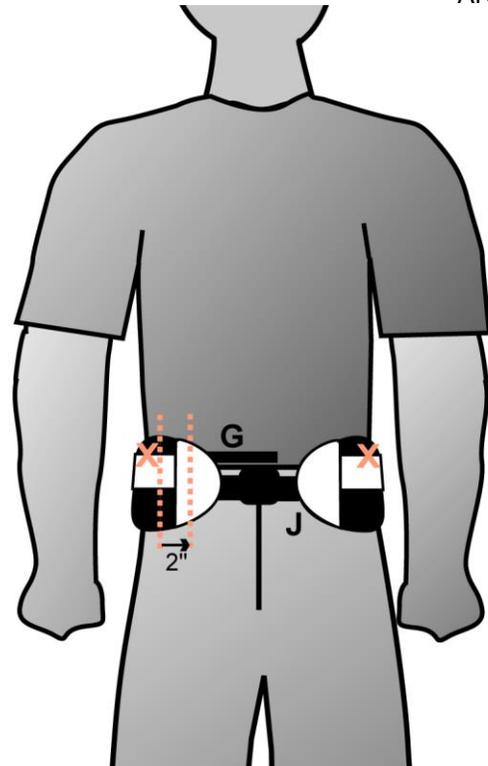
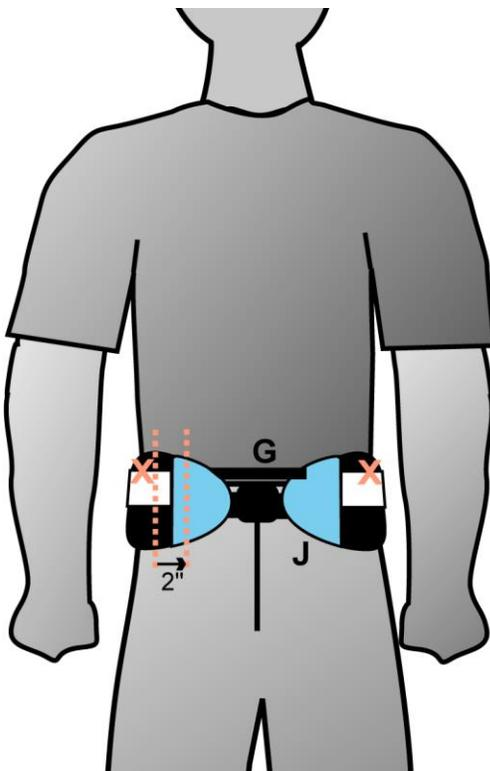
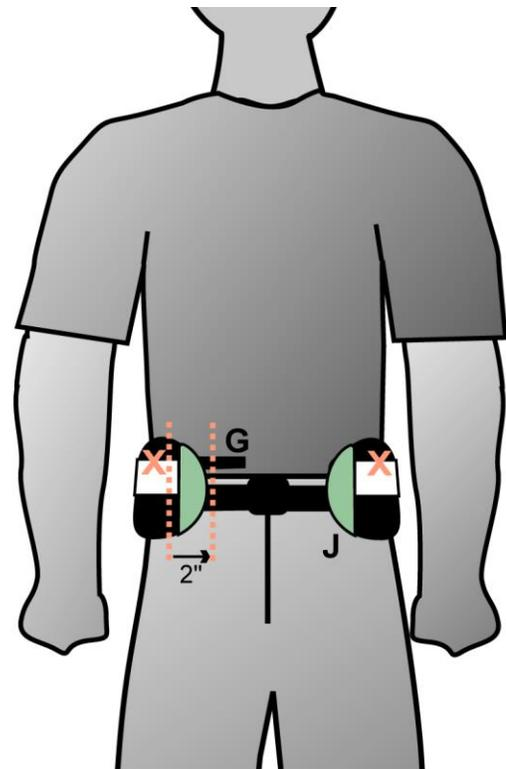

Figure 20
Figure 21
Figure 22
b. l'indicateur de taille du gabarit de mesure de la ceinture de hanches ne doit pas recouvrir plus que la boucle, figure 20. Quand l'indicateur est dans cette position, la ceinture de hanches aura au moins quatre (4) pouces d'ajustement.
25. Placez l'indicateur de taille, figure 20-G, (galon noir de nylon ¾ po x 6 po) en travers de l'abdomen. S'il touche l'autre côté du gabarit de mesure de la ceinture de hanches, figure 20-J, la ceinture de hanches est trop grande, figure 21. Si le gabarit de mesure de la ceinture de hanches ne dépasse pas de 2 po le devant de la crête iliaque, la ceinture de hanches est trop petite figure 22.